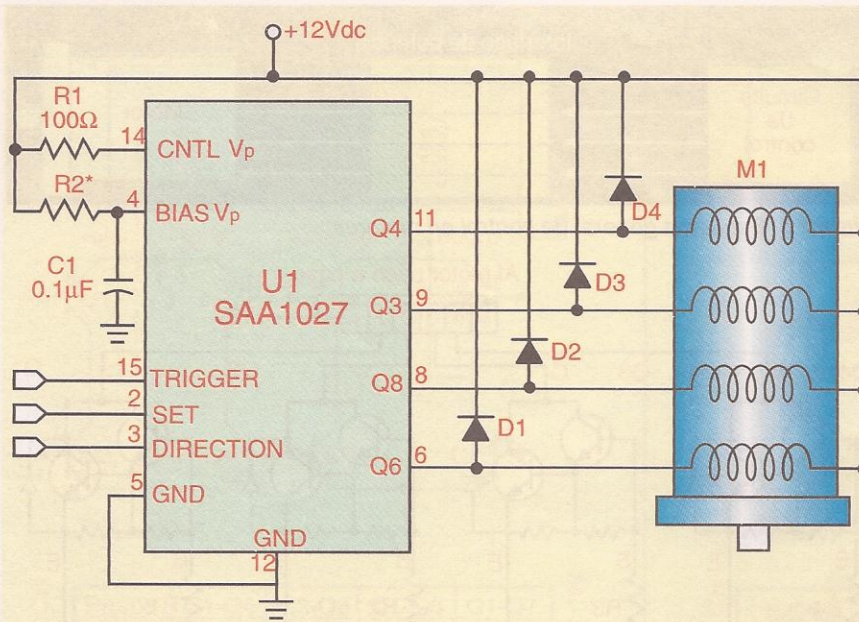

Figura 8. Interface con el circuito integrado SAA1027
En la figura 7 se muestra un circuito muy simple con 4 transistores Darlington TIP122 y 4 resistencias. Los transistores incluyen internamente el diodo de protección para las cargas inductivas. Las entradas se pueden manejar desde una computadora (puerto paralelo o puerto de salida), o también por medio de un microprocesador o un microcontrolador. En la figura 8 se muestra un circuito de interface con uno de los circuitos integrados más populares para esta aplicación: el SAA1027 de Signetics. Note que se necesitan muy pocas líneas de control en este caso. Por el pin de disparo (TRIGGER) se debe introducir una señal de pulsos de reloj; en el pin de dirección (DIRECTION), se controla la rotación a la izquierda o a la derecha por medio de una señal binaria o digital (1 ó 0) y con el pin SET se puede parar el motor colocando en el un nivel bajo (0).